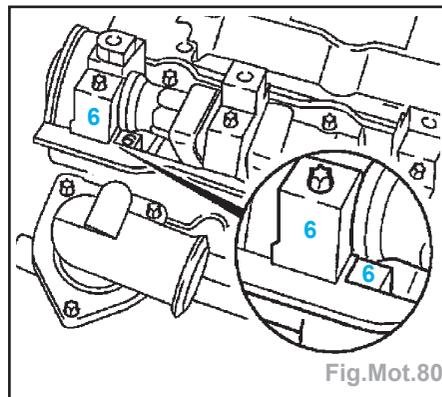

Fig.Mot.80
**Impératif** : respecter l'identification et l'appariement (Fig.Mot.80).